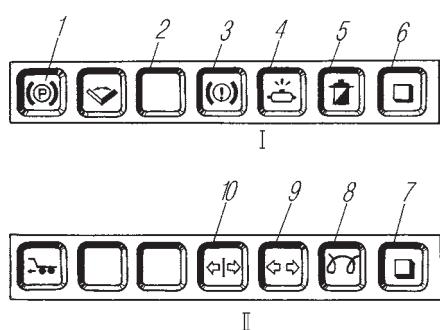

Рис. 13. Блоки контрольных ламп:
14. Перед началом движения давление воздуха в тормозной системе должно быть не ниже 400 кПа (4 кгс/см2). При загорании сигнальной лампы 4 (см.рис. 13) на панели приборов и подаче звукового сигнала (зуммер) устраните неисправность в пневматической части привода.
15. При эксплуатации автомобиля, особенно в тяжелых дорожных условиях (песчаные, грязные дороги и т.д.), следите за состоянием тормозов и своевременно регулируйте зазоры между колодками и барабанами. При неисправности загорается контрольная лампа 3 (см.рис. 13) на панели приборов. В этом случае устраните неисправность в гидравлической части привода тормозов или отрегулируйте зазоры в рабочих тормозах. При недостаточной эффективности стояночного тормоза не регулируйте зазоры между колодками и барабаном стояночного тормоза тягой 4 (см.рис. 84) во избежание выхода из строя деталей стояночного тормоза.
16. Перед началом движения к проверьте исправность сигнализаторов блоков контрольных ламп (см.рис. 13).
Электрофакельное устройство работает при постоянно нажатой кнопке 17. Загорание сигнализатора 8 (рис.13) указывает на готовность ЭФУ к пуску двигателя. При нажатии на кнопки 6, 7 загораются все исправные сигнализаторы левого или правого блоков. Сигнализатор 9 загорается прерывистым зеленым светом при включении указателей правого или левого поворотов автомобиля, сигнализатор 10 загорается при включении указателей правого или левого поворотов прицепа. Эти сигнализаторы также служат для контроля за исправностью ламп указателей поворота.
При увеличении сопротивления масляного фильтра (засорение фильтрующих элементов, повышенная вязкость масла при низкой температуре) сигнализатор 5 (см.рис.13) загорается красным светом. Свечение его допустимо только при пуске и прогреве двигателя. Сигнализатор 2 загорается красным светом при аварийном повышении температуры охлаждающей жидкости выше 98 °С. Допускается кратковременная (не более двух часов) работа двигателя при температуре до 105 °С.